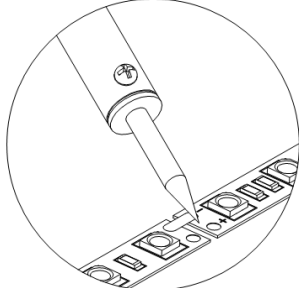

Рисунок 2.
- Если необходимо соединить два отрезка ленты, следует совместить их и припаять перемычками соответствующие контактные площадки (необходимо соблюдать полярность «+» и «-») (см. Рисунок 2). При этом запрещается перегреть саму ленту и светодиоды (пайка паяльником при температуре не более 260°C, время пайки не должно превышать 10 секунд).